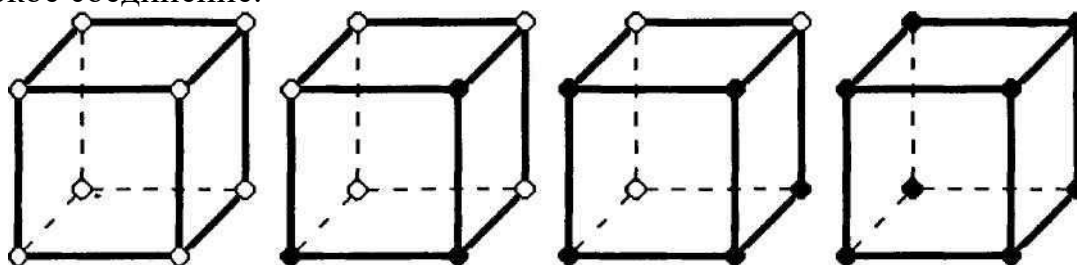

Рис. 3.10. Кристаллические решетки сплавов:
19. На рис. 3.10 представлены кристаллические решетки, принадлежащие сплавам одной системы. Какая это система?